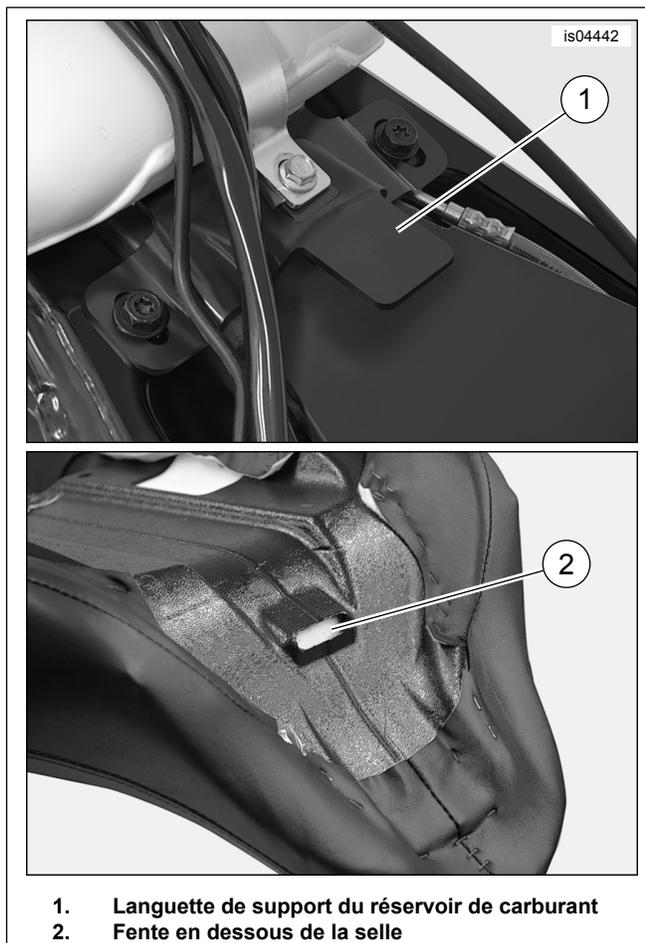

Figure 7. Fixation avant de selle
2. Voir la Figure 7. Faites glisser l'arrière de la selle à travers la sangle de maintien, à partir de l'avant, jusqu'à ce que la fente (2) sur le dessous avant de la selle soit derrière la languette de montage (1) de la selle sur le support arrière du réservoir de carburant.
1. Voir la Figure 7. Installez la selle jusqu'à ce que la fente (2) sur le dessous avant de la selle soit derrière la languette (1) de fixation de la selle sur le support arrière du réservoir de carburant.